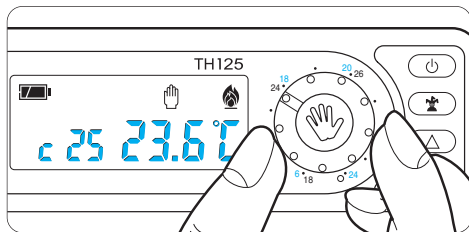

Fig. 25
8.2 - Agire sulla manopola  (fig. 25) per impostare la temperatura desiderata (riferendosi alla